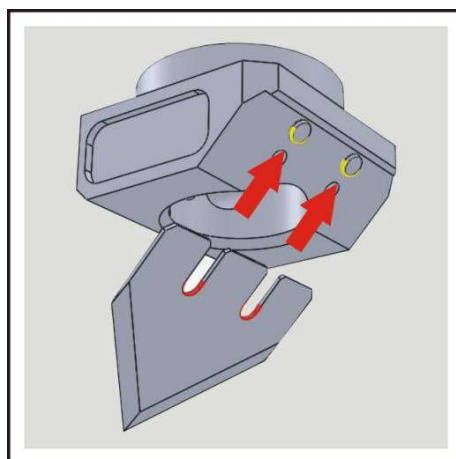

Рис. 19
- Сначала убедитесь в том, что лезвие входит в рампу V-образного держателя, затем вставьте почкообразный паз в круглые установочные штифты (рис. 19).